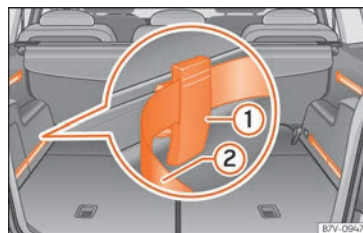

**Fig. 146** En el maletero: sistema con raíles, elementos de fijación ajustables ① y cinturón tensor ajustable ②.
- Coloque un elemento de fijación con las roderas hacia arriba » **fig. 146** ① en la parte superior de la guía y presione hacia abajo. »